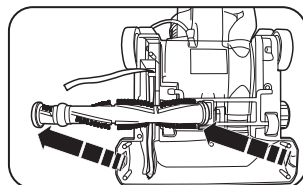

Fig. 2
2. Soulevez la brosse et retirez la courroie (Fig. 2).